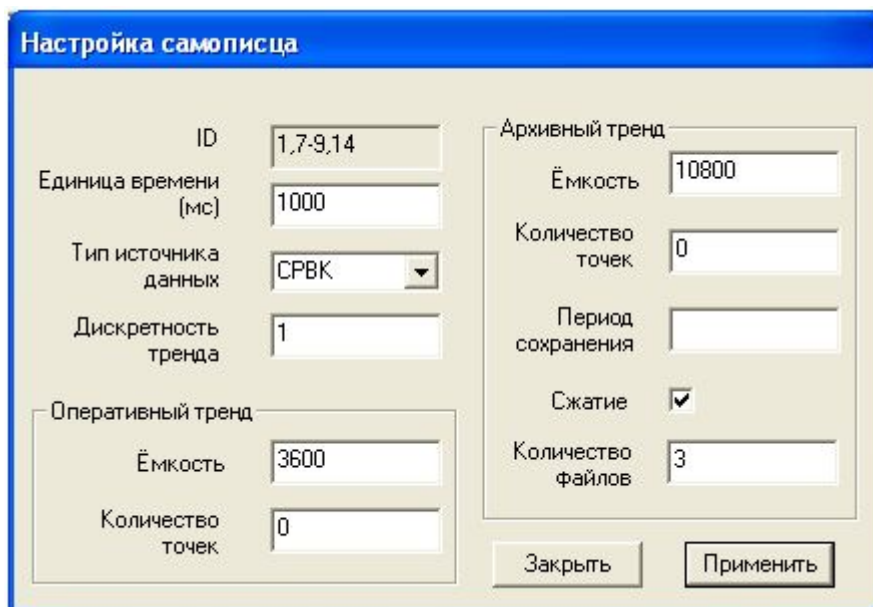

Рисунок 2.14 – Диалоговое окно «Настройка самописца»
- 3 В появившемся окне «Настройка самописца» (рисунок 2.14) задать необходимые значения параметров.